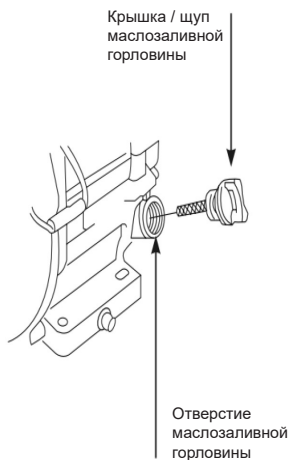

Рис. 11
1. Выверните крышку-щуп маслозаливной горловины и извлеките её (Рис. 11)
1. Выверните крышку-щуп (Рис. 11)